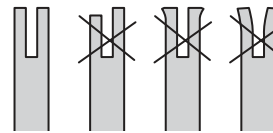

Fig. 38
- > Pour vérifier l'état d'usure du rail: Appliquez le bord droit d'une règle contre le bord des lames de coupe, comme indiqué sur l'illustration ci-dessous. Si le rail du guide-chaîne est en bon état, il doit y avoir un interstice entre la règle et le guide-chaîne. S'il n'y a aucun interstice (c.à.d. si vous pouvez appliquer la règle contre le guide-chaîne sur toute sa longueur), le rail du guide-chaîne est usé et a besoin d'être remplacé par un rail du même type (Fig. 38).